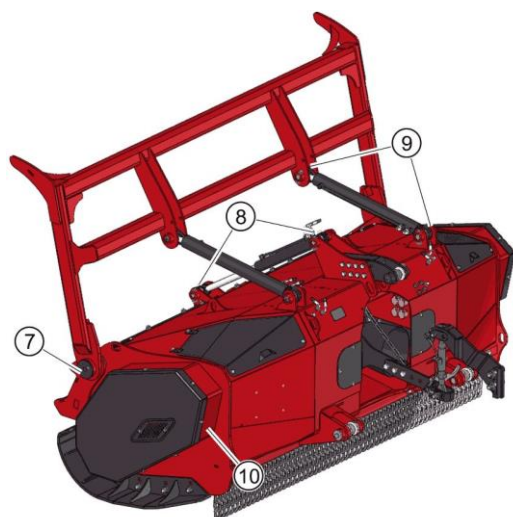

Рис. 56 . Точки смазки заслонки системы дополнительного измельчения, устройства прижима и ременного привода
Точки смазки (7), (9) и (10) (Рис. 56) следует смазать на левой и правой стороне мульчирующей фрезы, а также обе точки смазки (8)